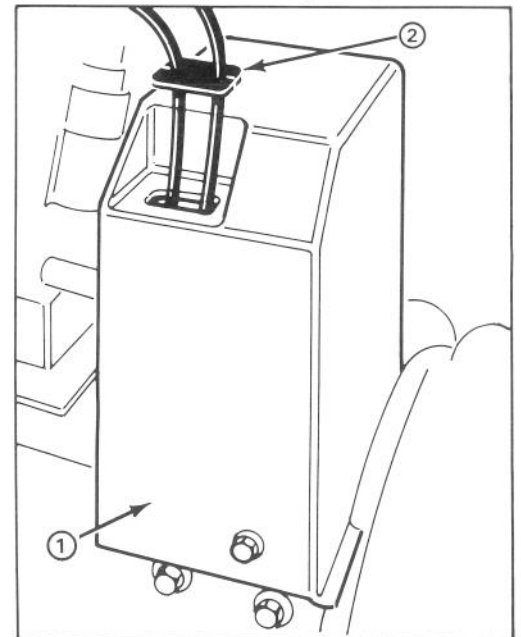

Abbildung 3
8. Obere Riemenabdeckung mit 3 Kopfschrauben an Motorrahmen befestigen (Abb.3)